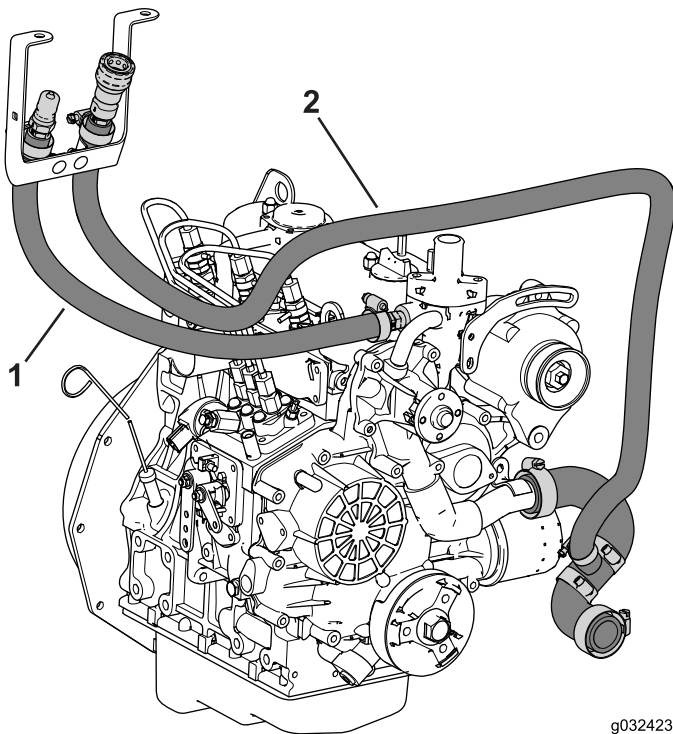

Figure 19
1. Acheminez le flexible d'alimentation comme montré à la Figure 19.